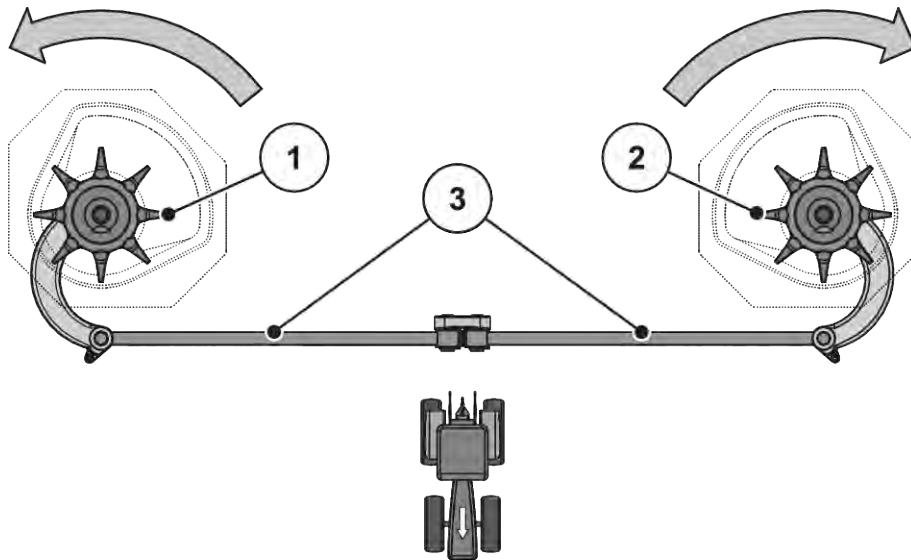

Fig. 52: Vérification de l'entraînement de l'agitateur
- Faire tourner la tête de l'agitateur à la main **dans le sens de rotation du disque d'épandage**. Voir Fig. 52 Vérification de l'entraînement de l'agitateur.
- Faire tourner vigoureusement l'agitateur à la main ou à l'aide d'une sangle pour filtre à huile **dans le sens de rotation inverse du disque d'épandage**. Voir Fig. 52 Vérification de l'entraînement de l'agitateur